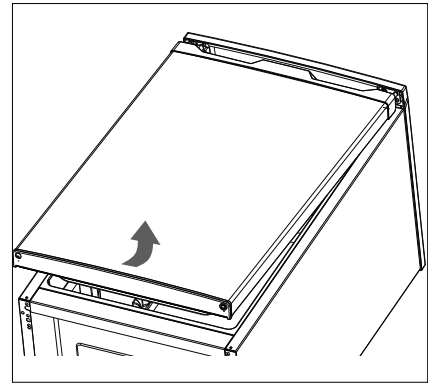

Abb. 4
- ▶ Heben Sie die Gefrierraumtür (4) unten leicht an und ziehen Sie sie vom oberen Scharnierzapfen heraus (Abb. 4).
- ▶ Stellen Sie die Gefrierraumtür (4) gegen Umfallen gesichert zur Seite auf eine weiche Unterlage, um Kratzer zu vermeiden.